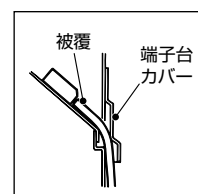

図2
- 配線終了後、端子台カバーを取り付けるときに、ヒートポンプ電源通信線の外側の被覆が端子台カバーの中に入っていることを確認してください。〈右図2〉
- 浴室リモコンと浴室壁面のすき間は必ず全周にわたり、シリコン系コーキング剤で十分にシールしてください。〈図2〉